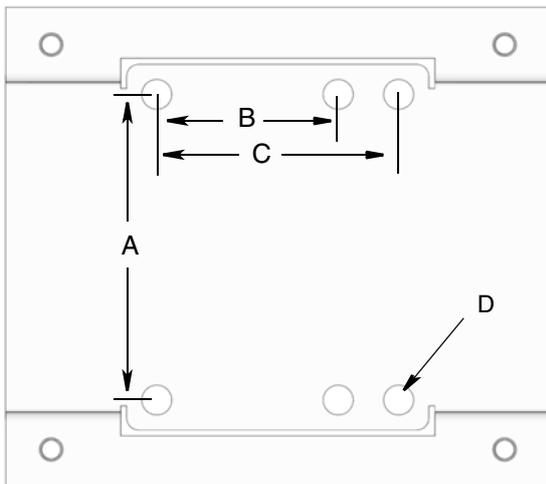

FIG. 6
- Praticare dei fori nella superficie di montaggio. Utilizzare la base della bobina (103) come modello per il posizionamento dei fori di montaggio oppure consultare FIG. 6 per le dimensioni.